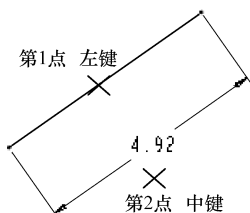

图 3-71 标注直线
- 如图 3-71 所示，单击直线上任一点（第 1 点）选取直线，在欲放置尺寸的位置（第 2 点）单击鼠标中键，出现组合框，输入正确的尺寸数字，在组合框外单击鼠标中键或按〈Enter〉键确认，完成标注。